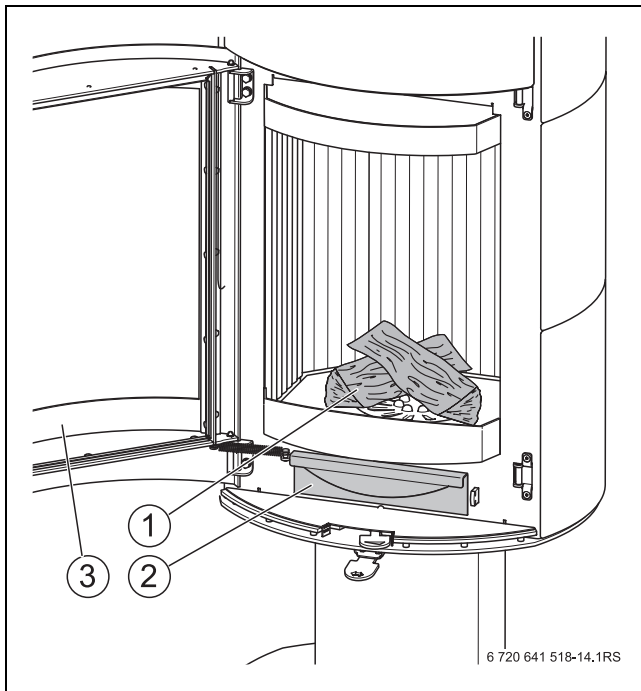

Рис. 27 Топочная камера с дровами
- ▶ Эксплуатируйте камин только с задвинутым зольным ящиком (→ рис. 27, [2], стр. 21).